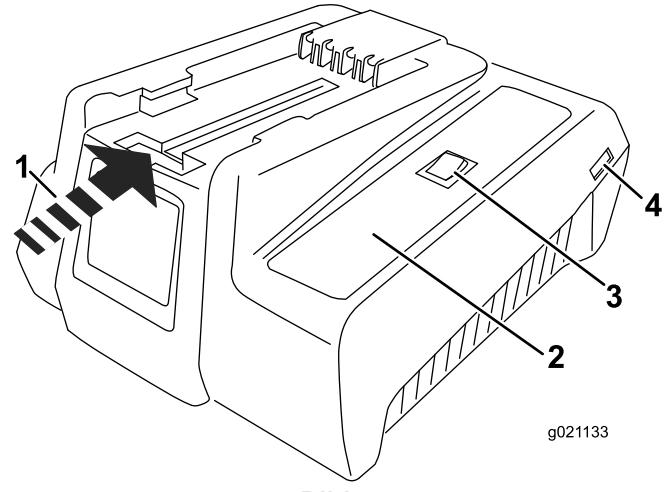
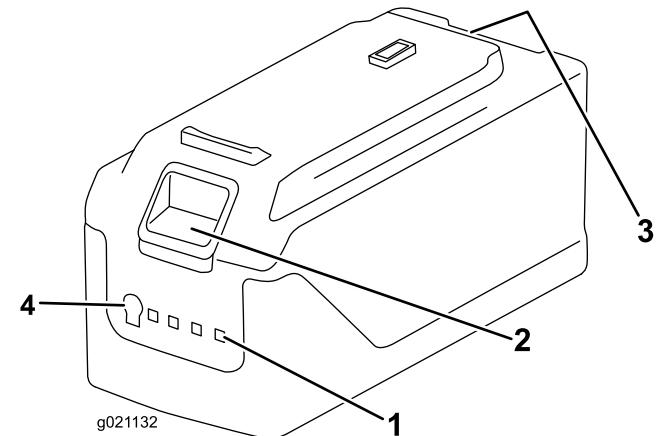

Bild 5
Bild 6
1. Wenn das Stromkabel nicht im Ladegerät eingesteckt ist, stecken Sie es in das Ladegerät ein (Bild 5) und stecken Sie das Stromkabel dann in die Steckdose.
2. Drehen Sie die Batterie um und fluchten Sie den Batteriepol mit dem Schlitz im Ladegerät aus (Bild 5 und Bild 6).